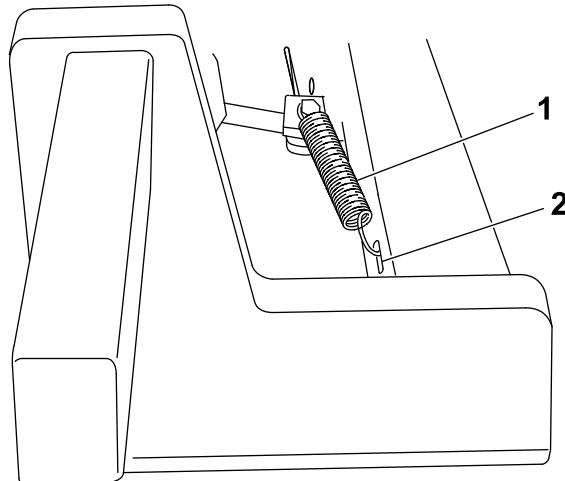

Figure 4
- Retirez les goupilles fendues des axes de chape qui maintiennent les barres et chapes de frein assemblés, et mettez les goupilles fendues au rebut. Tout en maintenant l'axe de chape en place, insérez l'extrémité courte du ressort dans le trou de l'axe de chape afin de conserver les pièces ensemble. Accrochez l'autre extrémité des ressorts aux trous allongés des bras de relevage (Figure 4).